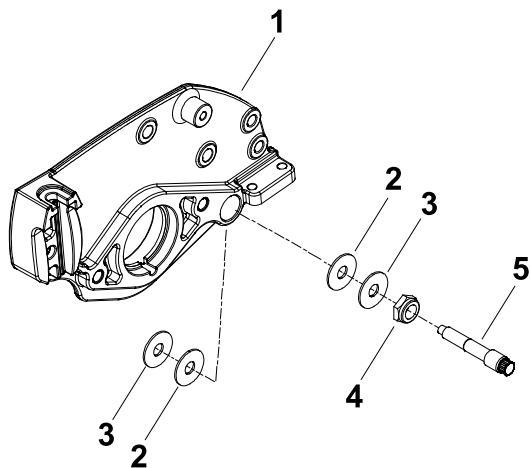

Bild 8
3. Lösen Sie die Kontermuttern an jeder Drehschraube des Untermesserträgers und entfernen Sie die Drehschrauben, Metall- und Kunststoffscheiben von den Seitenplatten (**Bild 8**).